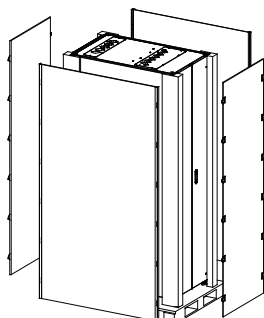

图 2-2
2. 拆侧板，用老虎钳将侧板的插舌掰直，取下四周侧板（图 2-2）。